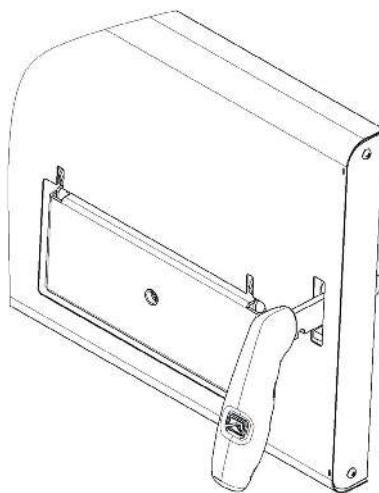

Рисунок 6.4
4. Смонтировать планку декора рис. 6.4.